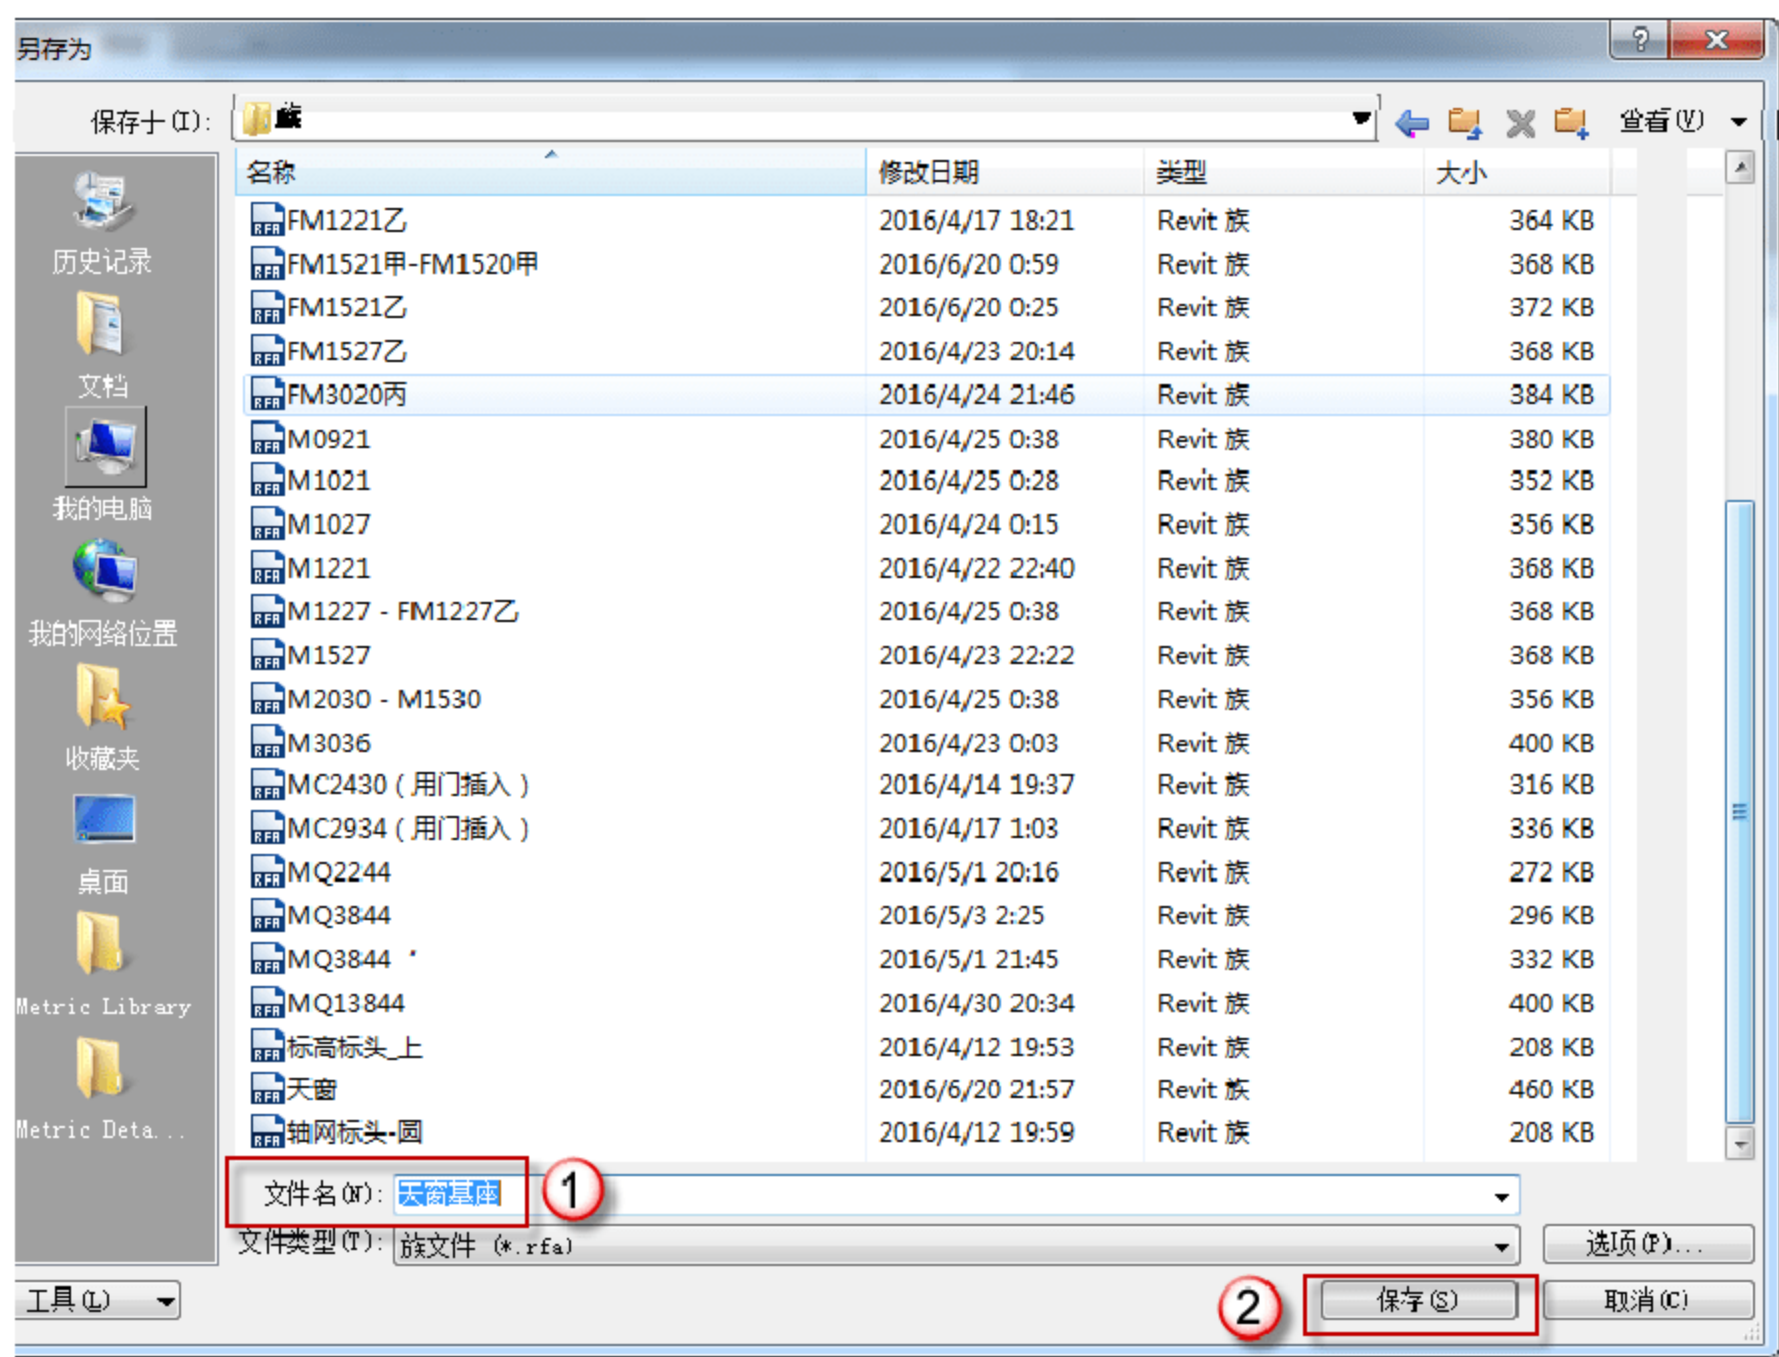

图 12.1.13 保存“天窗基座”族
(11) 保存“天窗基座”族。选择“程序”→“另存为”→“族”命令，进入“另存为”对话框，在“文件名称”中输入“天窗基座”，单击“保存”按钮，如图 12.1.13 所示。